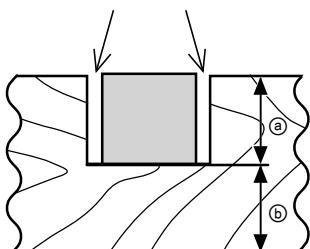

Fig. 47
Les encoches dans les pièces se découpent comme indiqué à la Fig. 47 en réglant le boulon de réglage de la profondeur de 6 mm.
- (2) Régler la profondeur de coupe voulue en réglant la distance entre la lame et la surface du plaque tournante (voir ⑥ à la Fig. 47).